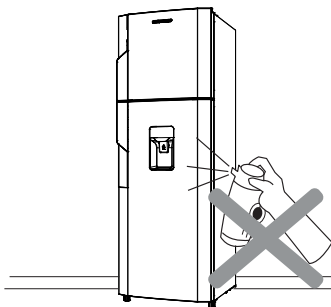

Fig. 7
- No utilice aerosoles inflamables o combustibles cerca del refrigerador, pueden ocasionar explosión o riesgo de incendio. Ver Fig. 7